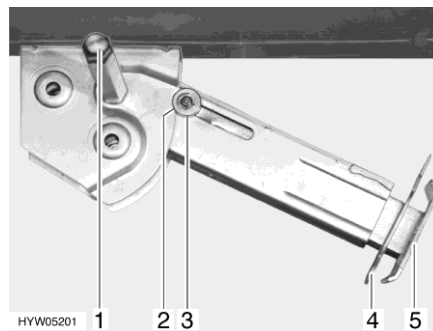

Fig. 46 Apoyo de elevación
- Colocar la llave de vaso en el hexágono (Fig. 46,1) y girarla hasta que el apoyo de elevación quede verticalmente hacia abajo.
- Extraer la clavija hendida (Fig. 46,4) de la prolongación del pie de apoyo (Fig. 46,5).
- Colocar la llave de vaso en el hexágono (Fig. 46,1) y girarla hasta que el apoyo de elevación esté de nuevo libre del suelo.
- Introducir totalmente la prolongación del pie de apoyo (Fig. 46,5) e introducir la clavija hendida (Fig. 46,4) en el orificio previsto para ello que hay en la prolongación del pie de apoyo.
- Girar con la llave de vaso en el hexágono (Fig. 46,1) hasta que el apoyo de elevación bascule hacia arriba y la arandela de guía (Fig. 46,3) esté totalmente introducida en la entalladura (Fig. 46,2).